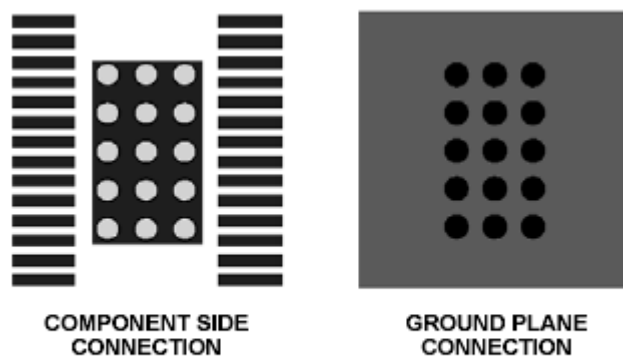

FIGURE 25. PCB LAYOUT - 28-PIN HTSSOP PACKAGE
3. 如果使用的是多层 PCB, 热过孔 (13 到 25mil) 必须安装在导热板下面, 和接地面相连。在过孔上不要安装散热盘 (thermal reliefs)。图 25 展示了这一典型连接。